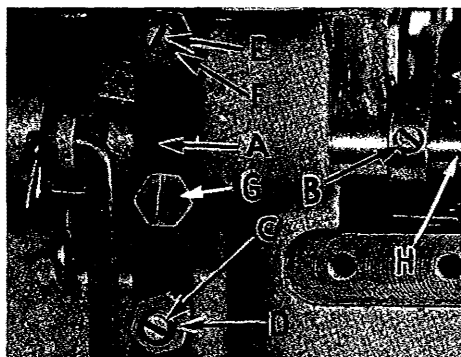

Fig. 12
Assemble the presser foot to presser arm. With needle in high position, swing presser arm into sewing position and set the presser foot to align needle holes (front and back) and flat on throat plate. The front edge of needle hole in presser foot must be aligned with front edge of needle hole in throat plate. It is also important that the bottom of the presser foot be flat on the throat plate. If necessary, presser foot can be realigned with throat plate slots by shifting the foot lifter lever shaft (H, Fig. 12). To move the shaft, loosen collar screws (B, Fig. 12) and clamp screw (G) and then shift the foot lifter lever shaft to the left or right as required. Retighten collar screws and clamp screw.
The foot lifter lever arm (A, Fig. 12) and the collar (B, Fig. 12) secure the shaft. Be sure the presser arm does not bind and rise when presser foot release bushing is unlocked.
Montieren Sie den Drückfußarm. Bei Nadelhochstellung schwenken Sie den Drückfußarm in Nähstellung und stellen den Drückfuß so, daß die Stichlochschlitze übereinstimmen (vorn und hinten) und er flach auf der Stichplatte aufsitzt. Die Vorderkante des Nadelschlitzes im Drückfuß muß sich mit der Vorderkante des Nadelschlitzes in der Stichplatte decken. Es ist auch wichtig, daß die Drückfußsohle flach auf der Stichplatte liegt. Wenn notwendig, kann der Drückfuß nach den Stichplattenschlitzen ausgerichtet werden indem man die Drückfuß-Lifterhebelwelle (H, Fig. 12) verschiebt. Zum Verschieben der Welle lösen Sie die
Schrauben (B, Fig. 12) im Stelling und die Klemmschraube (G) und dann schieben Sie die Drückfuß-Lifterhebelwelle nach Bedarf nach links oder rechts. Ziehen Sie die Schrauben im Stelling und die Klemmschraube wieder an.
Der Drückfuß-Lifterarm (A, Fig. 12) und der Stelling (B) sichern die Welle seitlich. Achten Sie darauf, daß der Drückfußhebel nicht klemmt und in die Höhe geht wenn die Muffe für den Drückfußdruck entriegelt wird.